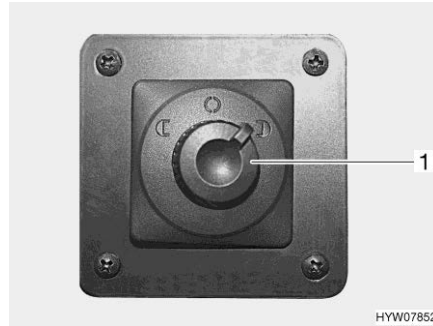

Fig. 34 Interruttore regolazione degli specchietti esterni
- Selezionare lo specchietto esterno da impostare. A tal fine premere l'interruttore girevole (Fig. 34,1) verso sinistra oppure verso destra.
- Premere l'interruttore (Fig. 34,1) nella direzione desiderata.